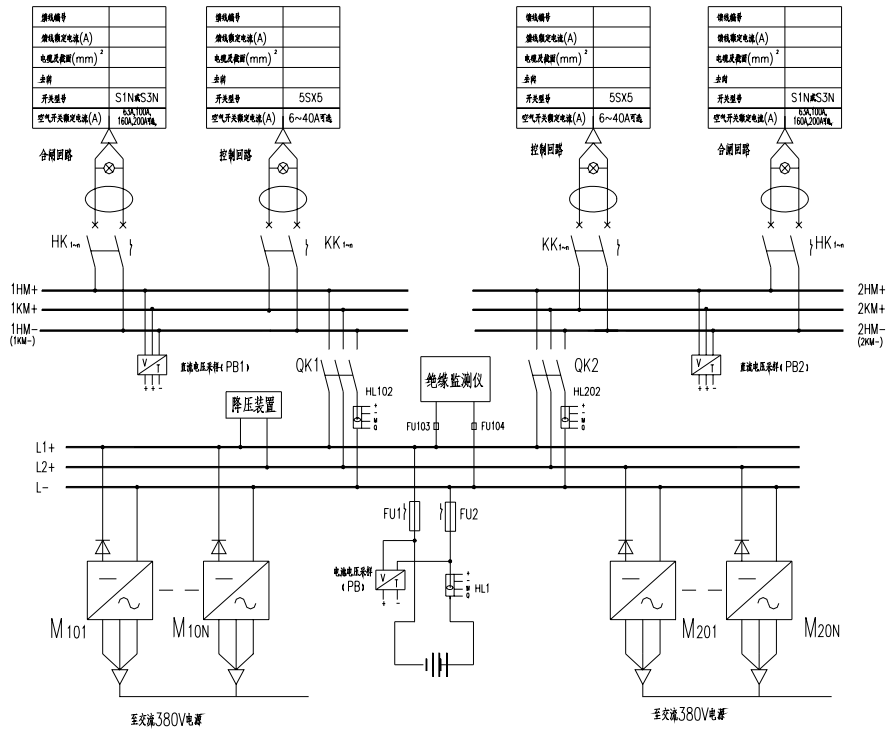

图 1-7 GZDW34 接线方案
3. 有降压装置 GZDW34，同时设置控制母线模块，见图 1-7。